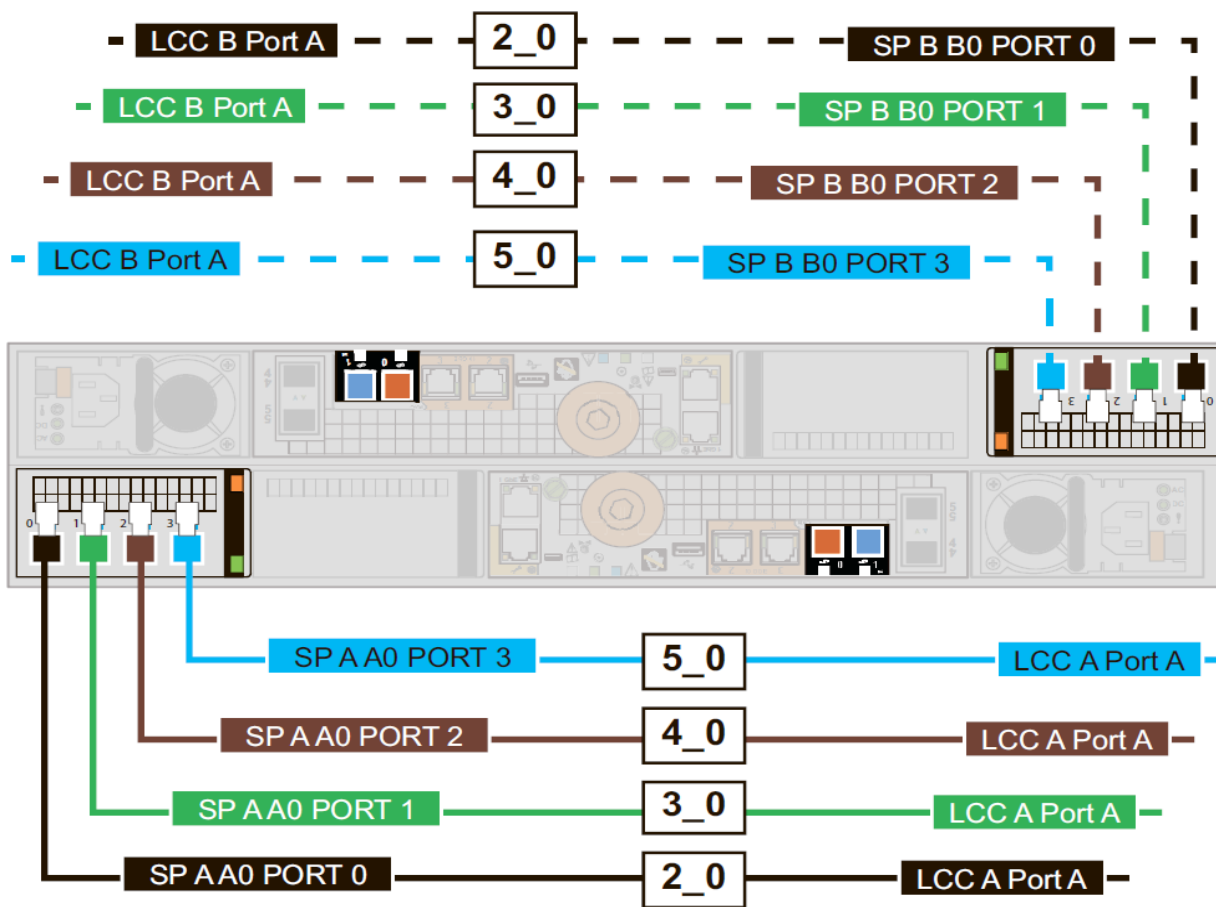

Рисунок 30. Подключение шины 2, шины 3, шины 4 и шины 5 дисковой полки 0 с помощью кабелей SAS.
- Соедините порт 0 разъема 0 процессора СХД А, расположенного в нижнем разъеме процессорной полки с дисками, с портом А контроллера дисковой полки А (LCC А), расположенного в нижней части дисковой полки. Рисунок 30 маркер [1]
- Соедините порт 0 разъема 0 процессора СХД В, расположенного в верхнем разъеме процессорной полки с дисками, с портом А контроллера дисковой полки В (LCC В), расположенного в верхней части дисковой полки. Рисунок 30 маркер [2]